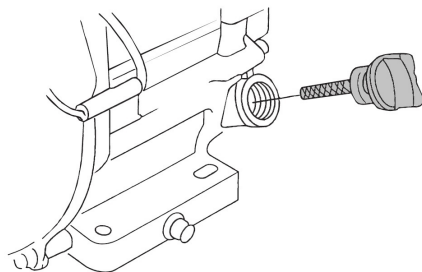

Рис. 7 Крышка-щуп маслозаливной горловины
3. Откройте крышку-щуп маслозаливной горловины и извлеките щуп (Рис. 7).
3. Выкрутите крышку-щуп маслозаливной горловины и извлеките щуп (Рис. 7).